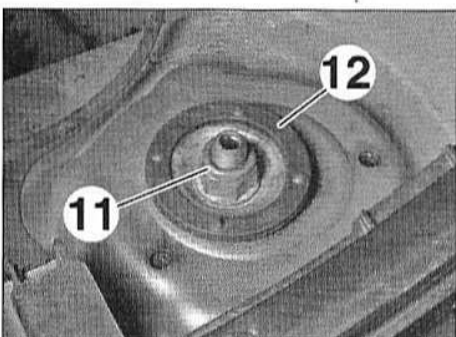

FIG.7
- l'écrou (11), en contre-serrant la tige d'amortisseur par son empreinte six pans creux, tout en maintenant l'élément de suspension dans le passage de roue (Fig.7).
- Récupérer la cuvette (12).